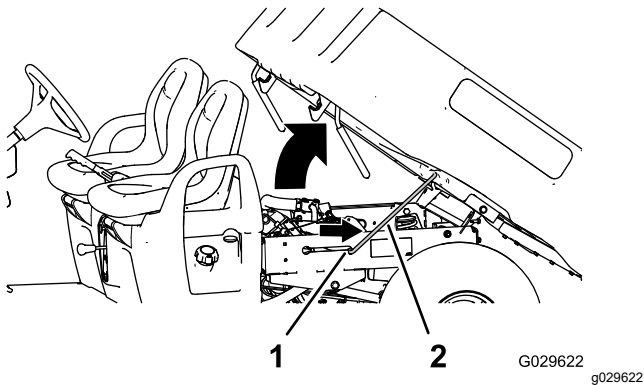

Figure 14
- Placez la béquille de maintien dans la fente de verrouillage pour bloquer le plateau en position (Figure 14).